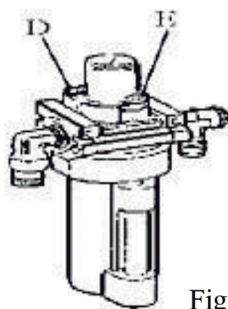

Fig. 19
Use uma chave sextavada para desaparafusar (E). Com base na conexão de ar comprimido, primeiro pressione o pedal de abrir e fechar as garras ou pedal de rotação do prato giratório por 5-6 vezes e, em seguida, verifique se o óleo no Gerador de Névoa de Óleo está gotejando. (Fig. 19)